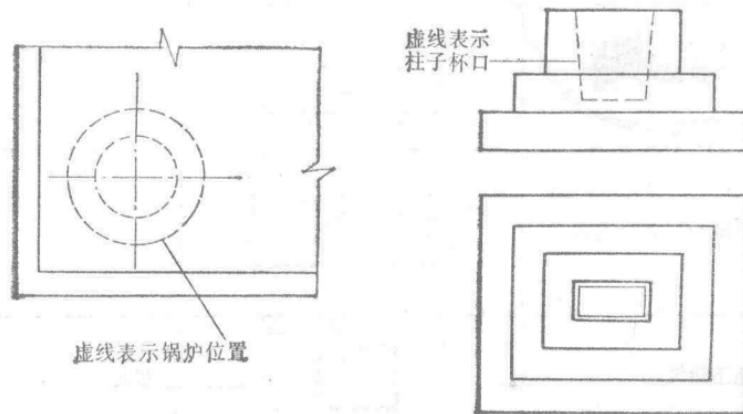

图 1-7
7. 虚线 虚线由断续的短线组成，它表示建筑物看不见的背面和内部的轮廓或界限。或表示设备(如锅炉、基础、检查孔、埋设的管道等)的所在位置的轮廓。见图1-7。